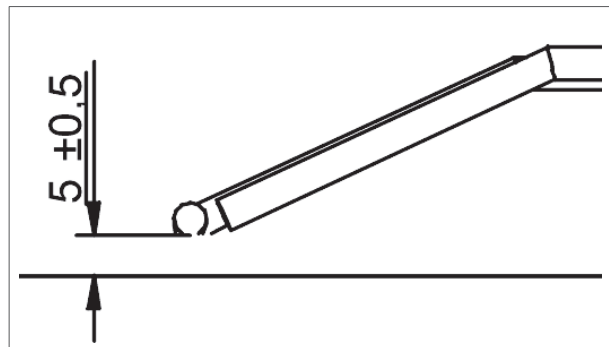

Abbildung 24 - Abstand zwischen der Elektrode und dem Brenner
- Der Abstand zwischen Elektrode und Brenner muss $5,0 (\pm 0,5)$ mm (Abb. 24) betragen.